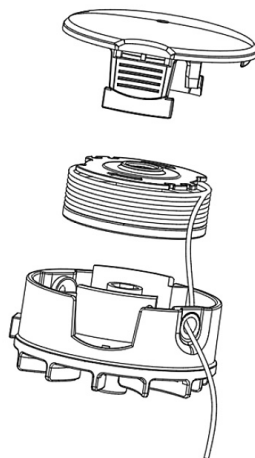

Рис. 18 Установка катушки и крышки
5. Установите катушку в корпус триммерной головки, предварительно просунув свободный конец корда через отверстие в корпусе, как это показано на Рис. 18.